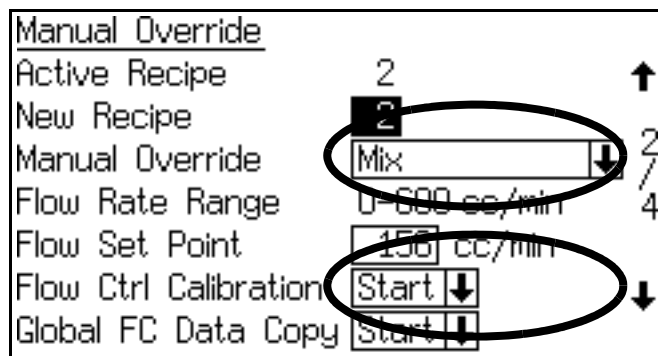

図 94. 手動オーバーライド画面
4. **手動オーバーライド画面** へ進みます (図 94 を参照して下さい)。手動オーバーライドを混合に設定し、流量制御構成を開始に設定して下さい。